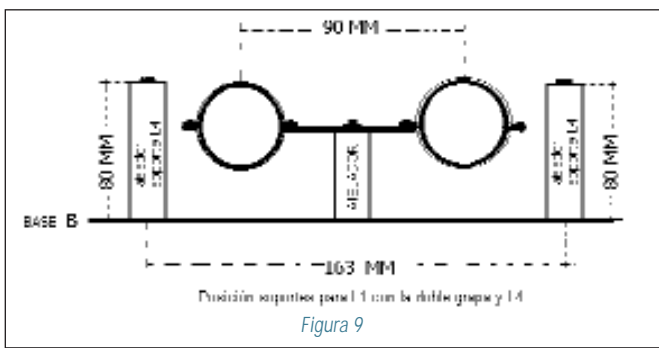

Figura 9
- Dos soportes de 80 mm para sujetar a L4, ver figura 9.